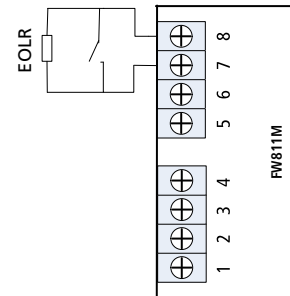

Figura 2: Diagrama de cableado (circuito de línea de entrada)
3. Conecte los cables del circuito de línea de entrada. Véase la figura 2. La impedancia de línea máxima para el circuito de entrada es de 25Ω.